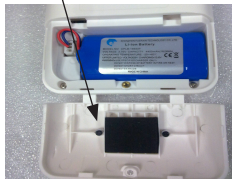

Figura 2.12
2. Prendere un cavo di connessione NIBP dal coperchio della batteria, come mostrato in figura 2.12. (**Nota:** ci sono due cavi, ma avrete bisogno solamente di uno.)